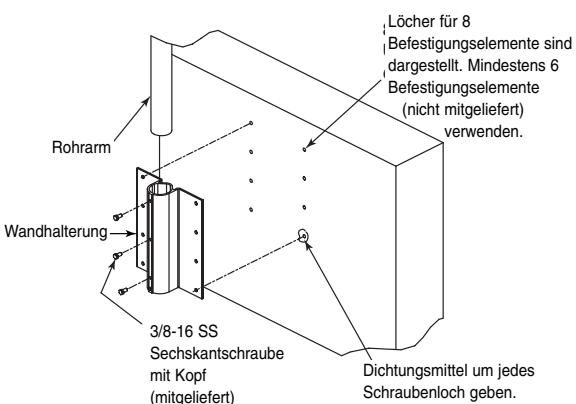

Abbildung 2 Installation der Wandhalterung an einer Wand
- b. Die Wandhalterung als Schablone verwenden, an die gewünschte Stelle halten und die Bohrlöcher an der Wand markieren (siehe ABBILDUNG 2). Mindestens sechs (6) Befestigungselemente (nicht mitgeliefert) verwenden, drei (3) an jeder Seite der Halterung.
- d. Ein hochwertiges Dichtungsmittel um jedes Loch, jeden Anker bzw. jeden Stehbolzen an der Montagefläche auftragen (siehe ABBILDUNG 2).
- j. Den Rohrarm drehen, um die AutoDome vom Dach weg in die gewünschte Stellung zu schwenken. Die drei (3) Sechskantschrauben aus rostfreiem Stahl mit 10 mm ($\frac{3}{8}$ Zoll) Durchmesser (mitgeliefert, siehe ABBILDUNG 2) festziehen, um den Rohrarm in seiner Stellung zu befestigen.